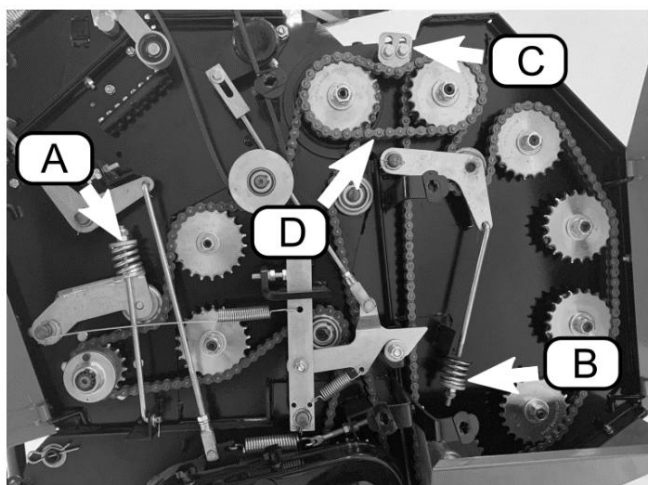

Figura 38 Partea stângă a preseii
Reglați tensiunea lanțului de transmisie principal prin scurtarea sau prelungirea arcurilor întinzătorului (Figura 38, A, B) și prin schimbarea poziției plăcii de tensionare (C). Specificațiile optime pentru lungimea arcului sunt de 1 7/16 inci (36 mm) pentru arcul A și 1 1/2 inci (38 mm) pentru arcul B. Dacă placa de tensionare (C) este la setarea corectă, lanțul de îmbinare (D) ar trebui să se deformeze. aproximativ 1/8 inch (3 mm) când este apăsat în sus de jos.